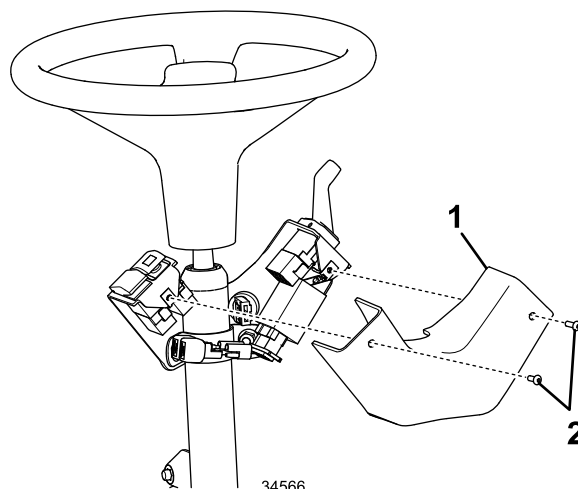

**Figur 21**
9. Slut konnektorerne til kontakterne til blinklysmodulet, hornet, drejesignalet og katastrofelyset (Figur 21).